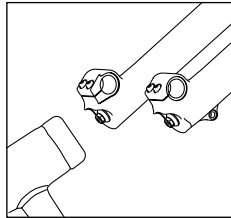

Fig. 2
3. Coloque un colector de aceite debajo de la horquilla. Afloje parcialmente los pernos del eje con una llave hexagonal de 6 mm, golpéelos firmemente con un martillo hasta liberar los ejes de los tubos inferiores (Fig. 2), y retire los pernos completamente.